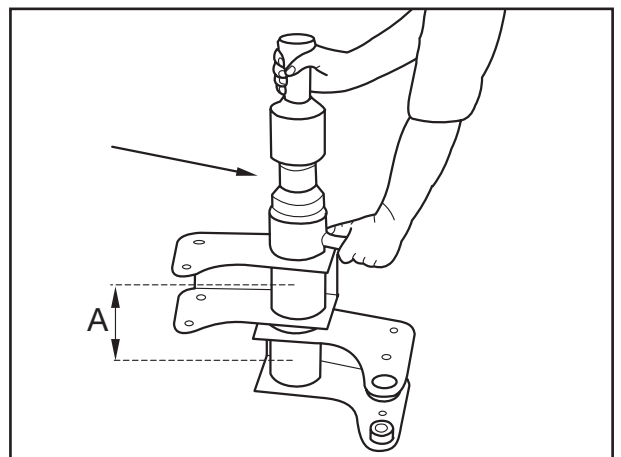

Fig. 12
- [20] Neue Buchse außen mit Seifenwasser einstreichen und unter der Presse mit Einziehwerkzeug (BPW-Nr. siehe Kapitel 2) und passender Druckhülse bündig eindrücken (siehe Fig. 12 Seite 4-4).
- [22] Bei Pendelarmen mit einem Versatz A von 160 mm (Fig. 12) muss zwischen den Gummi-Stahl-Buchsen eine Distanzhülse eingesetzt werden (Fig. 12/Pfeil).
- [20] Coat outside of new bush with soapy water and push in under the press with drawing tool (BPW No. see chapter 2) and appropriate sleeve until flush (see Fig. 12 page 4-4).
- [22] For equalizing beams with an offset A of 160 mm (Fig. 12), a spacer sleeve must be inserted between the rubber-steel-bushes (Fig. 12/arrow).
- [20] Mouiller extérieurement les silent-blocs neufs avec de l'eau savonneuse et les enfoncer à la presse avec un dispositif d'insertion (no BPW - voir chapitre 2) et avec un manchon de pression approprié (voir fig. 12, page 4-4).
- [22] Concernant les balanciers avec une excentration A de 160 mm (fig. 12), il faut insérer une entretoise entre les silent blocs (fig. 12/flèche).